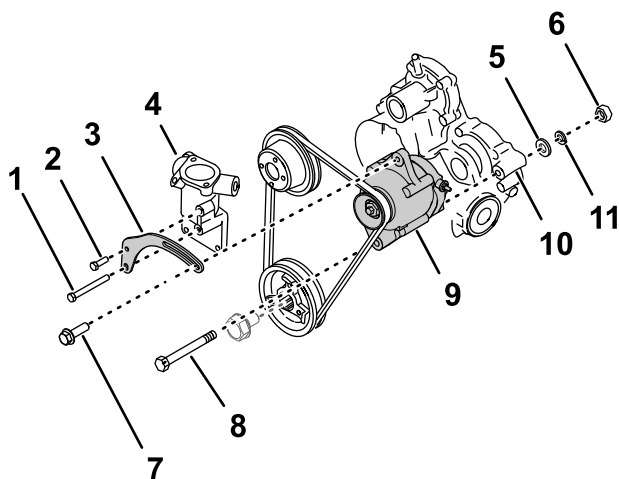

Figura 243
1. Alinee los orificios en el nuevo soporte de tensión de la correa con los orificios en la carcasa del termostato (Figura 243).
2. Ensamble el soporte de tensión de la correa a la carcasa del termostato y el cabezal del cilindro con el perno del soporte de tensión corto en el orificio superior y el perno del soporte de tensión largo en el orificio inferior (Figura 243).
4. Alinee el orificio inferior en el alternador (60 A) con el orificio en la carcasa de engranajes del motor y coloque la correa sobre la polea del alternador (Figura 243).
6. Monte provisionalmente la tuerca (10 mm) en el perno de pivote (Figura 243).
la correa y el orificio roscado en el alternador (Figura 243).
8. Gire el alternador hacia fuera, hasta que logre tensión en la correa para que esta se desvíe 10 mm al aplicar una fuerza de 4,5 kg en la correa, a medio camino entre las poleas (Figura 243).